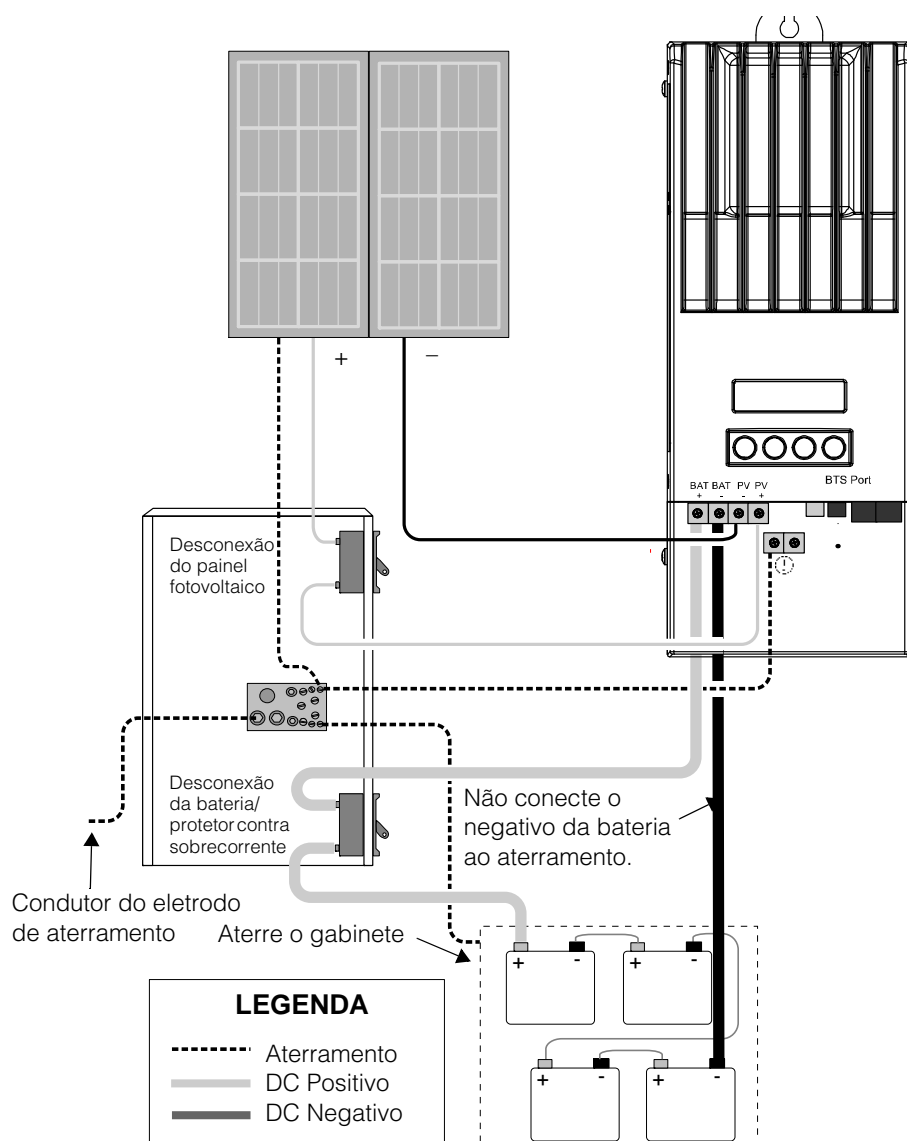

Figura 2-10 Fiação de energia do controlador de carregamento
O procedimento a seguir é ilustrado na Figura 2-10.
Não conecte o negativo da bateria ao aterramento. Se o negativo da bateria for ligado ao aterramento, a proteção interna contra falhas de aterramento fotovoltaico da unidade será desativada. Para obter mais informações, consulte “Aterramento” na página 2-9. Consulte a Figura 2-10 para ver o roteamento correto do negativo da bateria.
2. Aterre o controladores de carregamento. Conecte um condutor de aterramento entre uma chaveta de aterramento do controladores de carregamento e o aterramento do sistema (conforme mostrado na Figura 2-10).